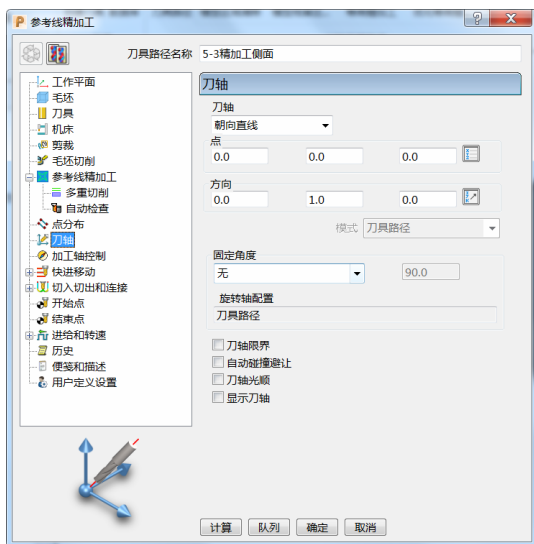

图 3-71
- 5) 刀轴：选择“朝向直线”，设定点坐标为 (0.0, 0.0, 0.0)，方向坐标为 (0.0, 1.0, 0.0)，固定角度选择“无”。（图 3-71）